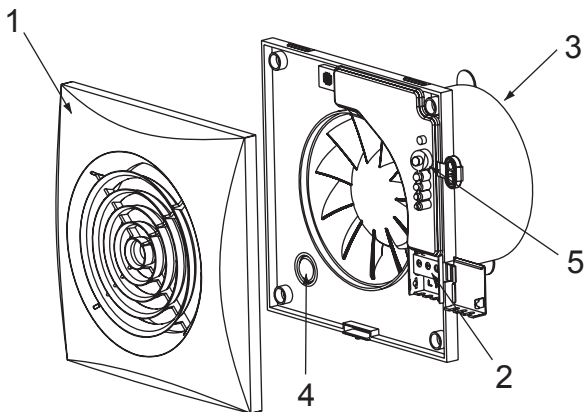

Fig.1b
- 5- Кнопка ступенчатой регулировки (SILENT-100 CHZ VISUAL - рис.1b)